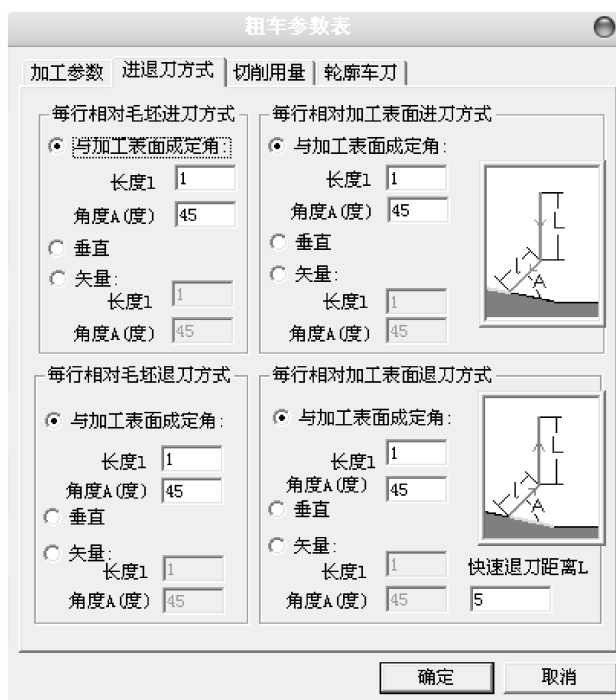

图 7-8 轮廓粗车进退刀方式
2) 进退刀方式。单击图 7-7 所示对话框中的【进退刀方式】选项卡，即可进入进退刀方式参数表，如图 7-8 所示。该参数表用于对加工中的进退刀方式进行设置。
① 进刀方式。